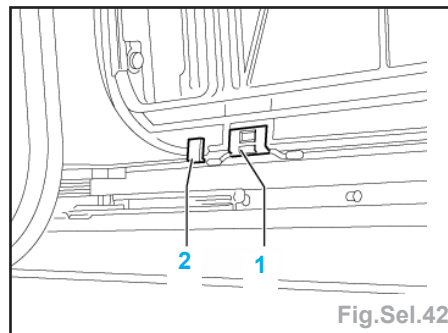

Fig.Sel.42
- Déposer le patin de la glissière (1) en faisant levier à l'aide d'un tournevis (Fig.Sel.42).